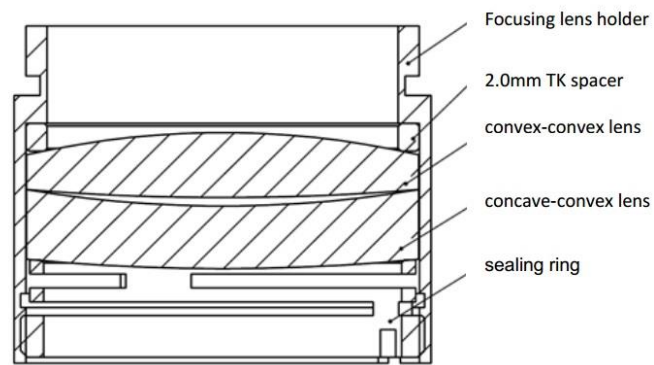

図4.7 D28mm集光レンズホルダー
- 図4.7を参照して、集光レンズとスペーサーリングをレンズホルダーに注意深く入れてください。
- レンズホルダーをレンズの上に置きます（図4.7 D28mm集光レンズホルダー挿入ツール）。ぴったり合うまでレンズホルダーを締めます。レンズホルダーを過度に締めすぎないように注意してください。レンズが歪む可能性があります。